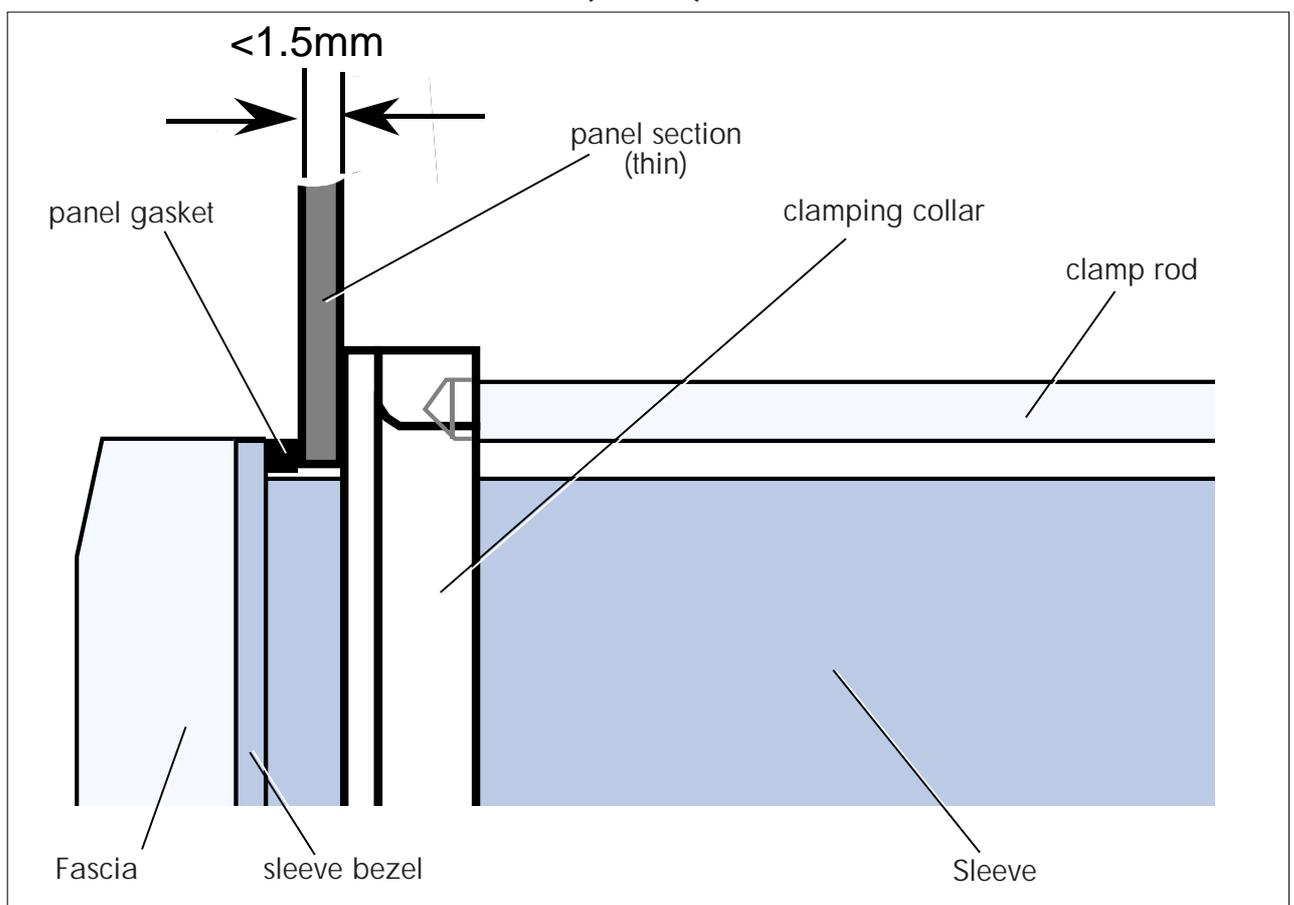

Fig. 2-4 Dettagli della chiusura ermetica e del collare di bloccaggio (pannelli leggeri)
max.). Fig. 2-4 descrive la posizione della chiusura, e il collare di bloccaggio.
collare di bloccaggio (Part No. LA083377). Vd. Fig. 2-4.
- I collari di fissaggio sono consigliati (ma non obbligatori) per pannelli leggeri o poco resistenti (Vd. Fig. 2-4).